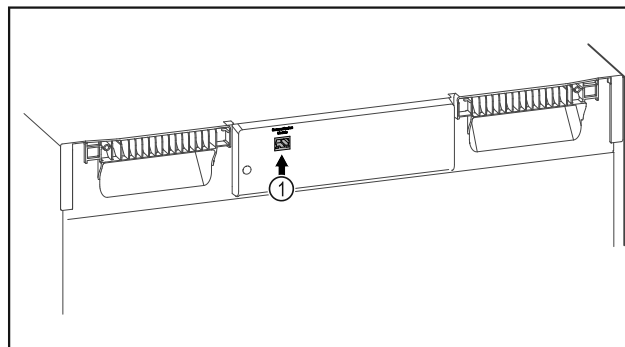

Fig. 79
- SmartModule Fig. 79 (1) je nasadený.